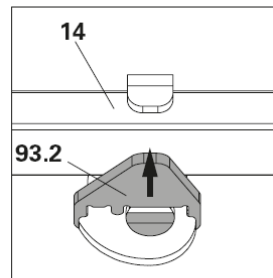

Fig. A11.06d
2. Soulever la platine de pression (**93.2**) et la pousser vers la filière horizontale (**14**). (Fig. A11.06d – A11.06f)